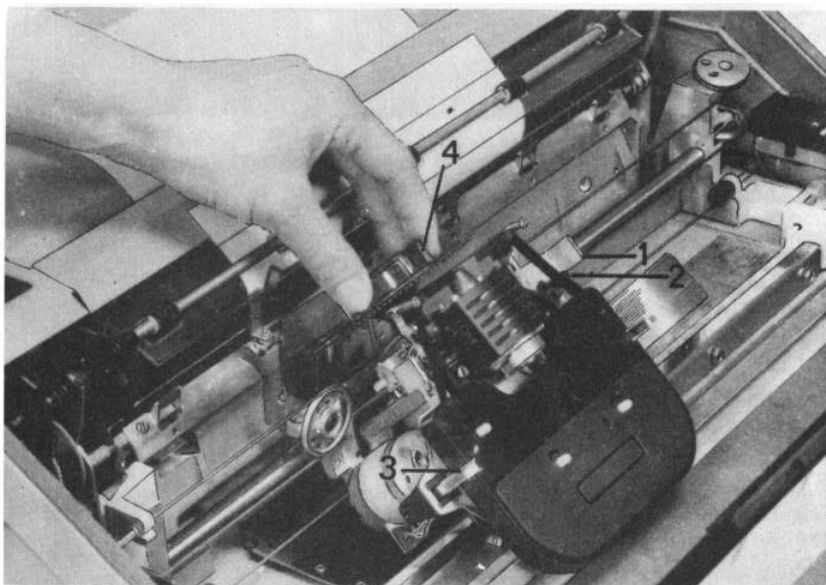

Bild 4
Die Typenscheibenaufnahme wird automatisch in die erforderliche Stellung nach Bild 4 gedreht. Der Druckwagen wird nach Betätigen des Arretierungshebels (1) bis zum Anschlag abgeschwenkt.